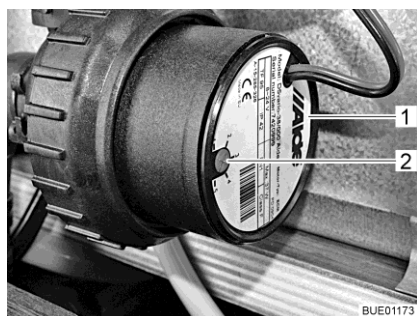

Bild 218 Vavtalsreducering
Med vridregulatorn (Bild 218,2) kan cirkulationspumpens varvtal ställas in. Vid lägre varvtal går pumpen tystare.
Vridregulatorn sitter på cirkulationspumpen (Bild 218,1).
- Ställa in effekten: ■ Vrid vridregulatorn (Bild 218,2) moturs. Effekten reduceras.